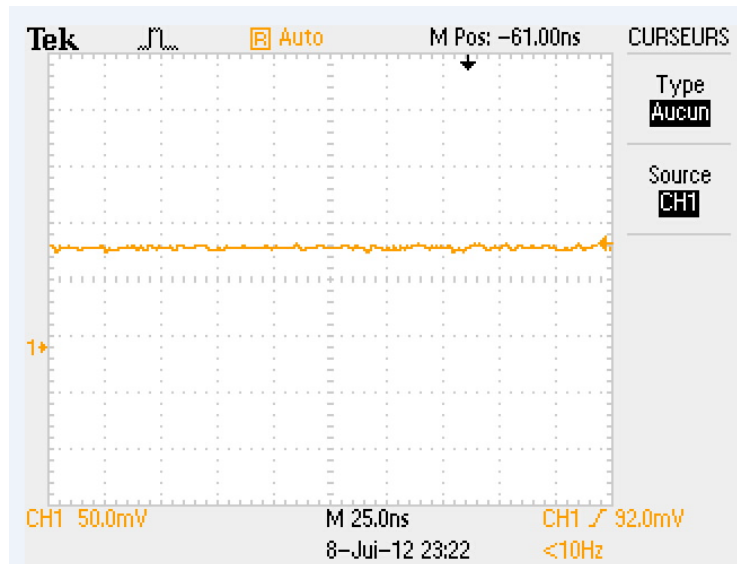

Figure 61: Tension continu en sortie de la carte de mesure
| Tension Continu   | lecture de la tension Continu   | J4 (1)                  | -  | Voir figure 61    | ok |
| L298         | Vérifier on retrouve le signal pour les deux phases                  | U5 (2, 3, 13, 14)U7 (2, 3, 13, 14) | -   | Voir figure 61    | ok |